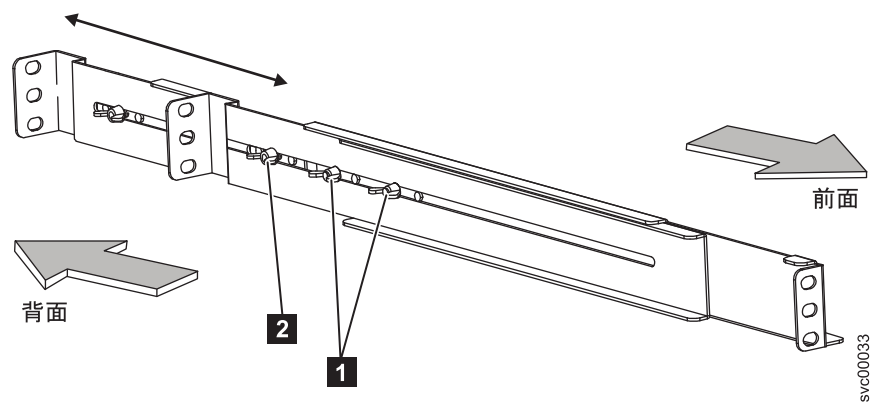

図 9. 2145 UPS-1U でのレールの縦の長さの調整
4. 両方のレール・アセンブリのアセンブリ・ウィング・ナット (図 9 の **1**) を緩め、ラックの奥行きに合わせてレール・サイズを調整します。サイズを調整した後で、ある程度動く余地を残した上で、できるだけアセンブリ・ウィング・ナットを締めます。